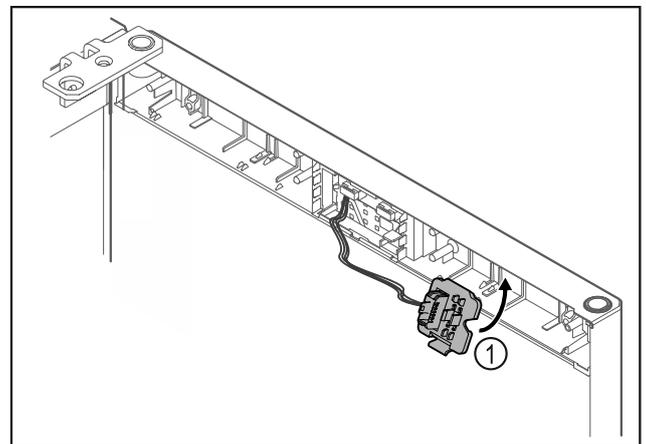

Fig. 25
- ▶ Držalo vtiča Fig. 25 (1) pritrдите na nasprotno stran.